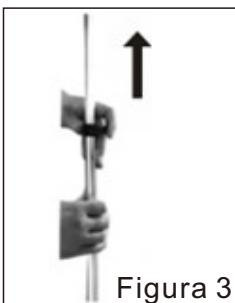

Figura 3
- ② Gire el botón fijo de varilla flexible de aluminio en sentido horario según la figura (1).
- ③ Instale abajo la boquilla de vapor, la gancha de ropa y la percha en sentido de la figura (2).
- ④ Abra el segundo botón de bloqueo, (véase en la figura 3), tire arriba la varilla de aluminio, se puede tirar tres segmentos de varrilla, ajústelos en la posición adecuada, apriete el botón (véase en la figura 4).
- ⑤ Inserte la manguera de vapor en la boca de emisión de vapor de la máquina principal según la figura (4) y gire y apriete el botón fijo de manguera de vapor en sentido horario.